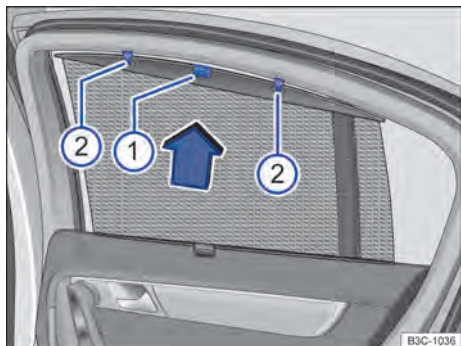

Fig. 100 No vidro traseiro direito: cortina de proteção solar.
- Puxar a cortina de proteção solar pela alça frontal ⇒ **Fig. 100 ①** no sentido da seta, totalmente para cima.
- Prender a barra retentora com ambos os olhais nos respectivos suportes **②**. Verificar se a cortina de proteção solar estendida está encaixada seguramente em ambos os suportes **②**.
- Para desenrolar, desprender a cortina de proteção solar em cima e, com as mãos, conduzir para baixo ⇒ **①**.